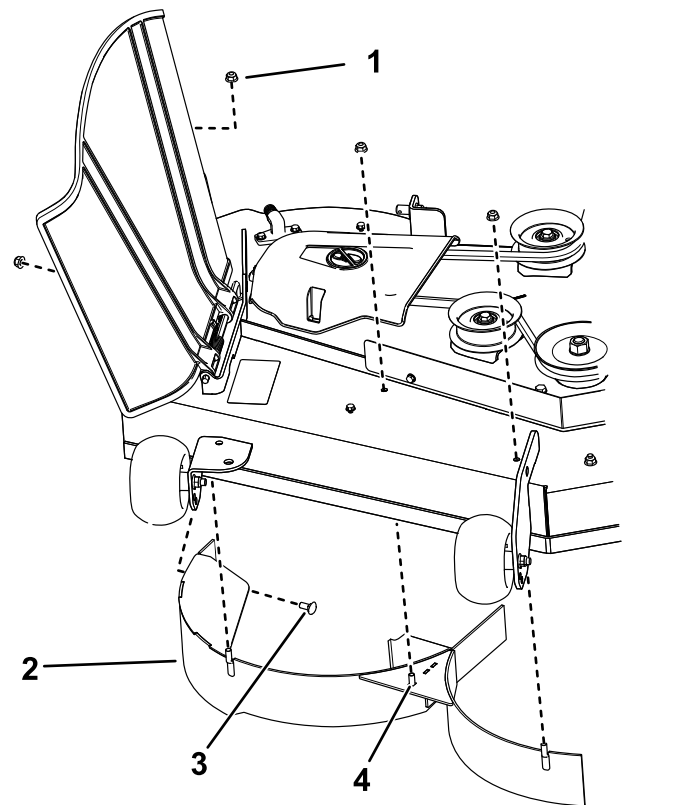

Figure 13
- Retirez les 2 boulons de carrosserie et les 2 contre-écrous qui fixent le déflecteur droit au plateau, puis déposez le déflecteur (Figure 13).
- Localisez les 3 boulons dans les pièces détachées et insérez-les, avec les contre-écrous existants, dans les trous utilisés pour les montants soudés (Figure 13) afin d'éviter la projection de débris.
- Retirez les 3 contre-écrous (5/16") des montants soudés du déflecteur droit (Figure 13).